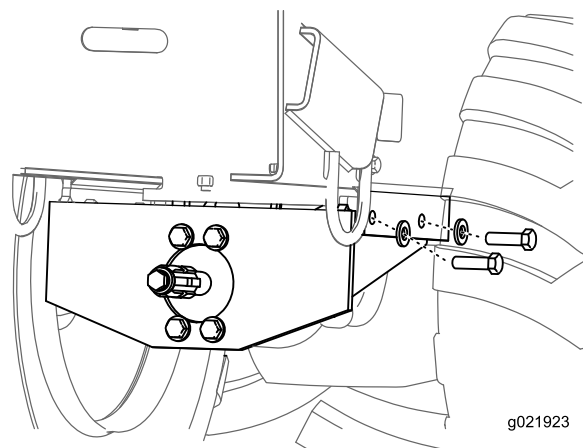

Figura 5
9. Sujete el motor a la máquina con 4 pernos (1/2 x 1-3/4 pulgadas), 4 arandelas planas (1/2 pulgada) y 4 contratueras (1/2 pulgada) (Figura 5).